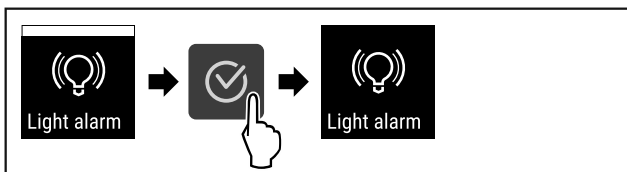

Fig. 120
- ▶ Genomför handlingsstegen (se Fig. 120) .